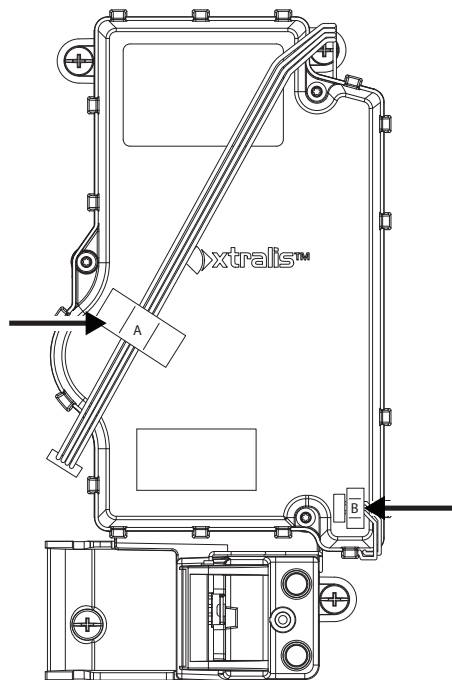

Figure 7-18: Placer les faisceaux de la chambre
2. Placez les faisceaux (A) et (B) de chambre tel qu'indiqué dans la Figure 7-18.